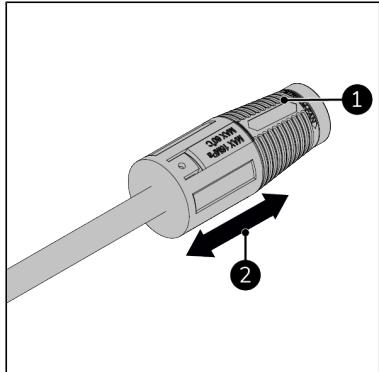

Abbildung 59.
1. Den Druck der einstellbaren Düse (Abbildung 59, Pos. 1) ändern:
- Für einen niedrigen Druck nach vorne schieben (Abbildung 59, Pos. 2);
- Für einen hohen Druck nach hinten schieben (Abbildung 59, Pos. 2).